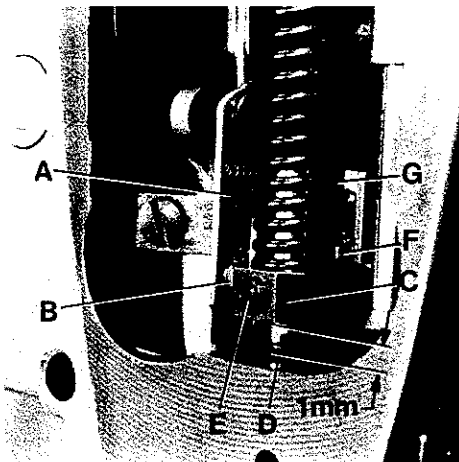

Fig.44
With needle bar at bottom of stroke and presser foot resting squarely on throat plate, there should be a minimum clearance of 0.5 mm (.020 in.) between slot end of link (A, Fig. 44 and 44A) and shank screw (B) in presser bar connection and guide (C) when the foot lifter lever is released. At this time, there should also be at least 1 mm (.040 in.) clearance between bottom of presser bar connection and guide (C, Fig. 44) and top of presser bar bushing (D).
Bei am unteren Hubende stehender Nadelstange und direkt auf der Stichplatte aufliegendem Drückerfuß, soll zwischen dem Schlitzende des Gelenks (A, Fig. 44 und 44A) und der Zapfenschraube (B) und Führung (C) ein Mindestabstand von 0,5 mm sein, wenn der Fußlifterhebel losgelassen ist. Gleichzeitig muß zwischen der Unterseite der Drückerstangen-Verbindung und Führung (C, Fig. 44) und der Oberseite der Drückerstangenbuchse (D) ein Abstand von mindestens 1 mm sein.
With the presser foot resting squarely on throat plate loosen set screw (E, Figs. 44 and 44A) in presser bar connection and guide (C) and nut (F) and adjust long stop screw (G) against the bed casting to ensure the described clearances. Retighten set screw (E) and nut (F).
Bei direkt auf der Stichplatte aufliegendem Drückfuß lösen Sie den Gewindestift (E, Fig. 44 und 44A) in der Drückerstangenführung (C) und die Mutter (F) und stellen die lange Anschlagsschraube (G) gegen den Gehäuseguß um die beschriebenen Abstände zu erhalten. Ziehen Sie den Gewindestift (E) und die Mutter (F) wieder an.